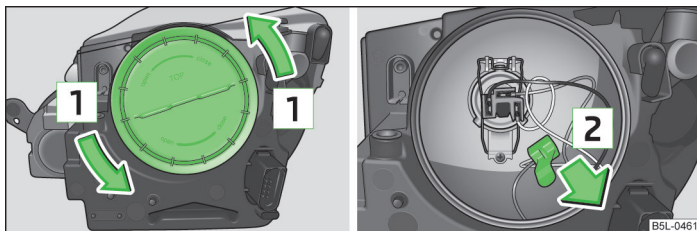

Fig. 181 Togliere la copertura in gomma/Smontare l'alloggiamento per le luci di posizione (proiettori alogeni)
- » Ruotare la copertura in gomma nella direzione della freccia **1** OPEN (aprire) » fig. 181 ed estrarre.
- » Estrarre l'alloggiamento nel senso indicato dalla freccia **2** » fig. 181.
- » Ruotare la copertura in gomma nella direzione della freccia **1** OPEN (aprire) » fig. 181 a pagina 232 ed estrarre.